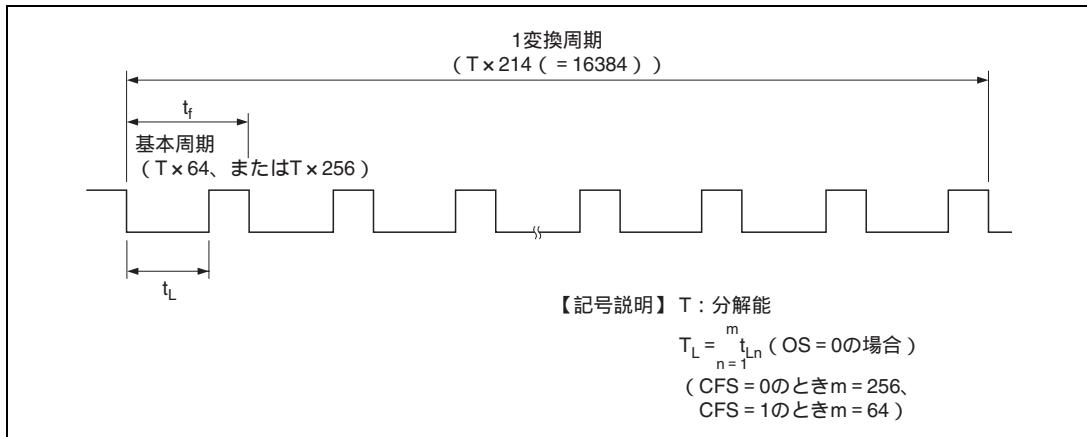

図 14.3 PWM (D/A) の動作
PWMX 端子からは、図 14.3 に示すような PWM 波形が output されます。1 変換周期中に発生するパルス (CFS = 0 の場合 256 個、CFS = 1 の場合 64 個) の 0 レベル幅の合計 (TL) が DADR のデータと対応しています。OS = 0 の場合、この波形が直接出力されます。OS = 1 の場合、この波形が反転して出力されます。このとき 1 レベル幅の合計 (TH) が DADR のデータと対応しています。この様子を図 14.4 に示します。
CKS、CFS、OS ビットの設定と、分解能、基本周期、変換周期との関係を表 14.4 に示します。DADR の内容がある値以上ではないと PWM 出力は固定レベルとなります。PWM 出力が図 14.3 で説明した波形となる DADR の設定値と DADR の下位ビットを 0 に固定して、変換精度を 12 ビット、10 ビットとした場合の変換周期などをあわせて表 14.4 に示します。